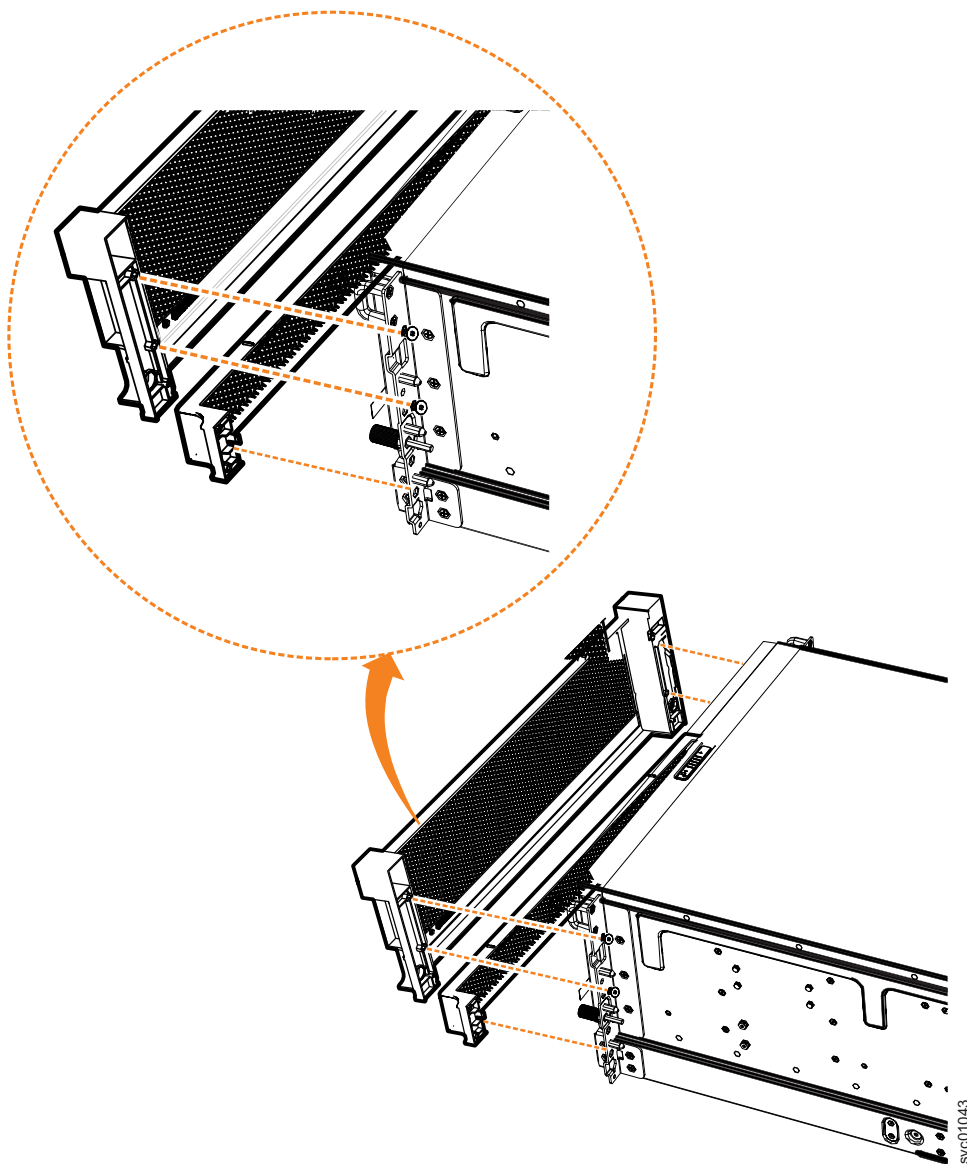

Рисунок 96. Снятие компонентов панелей с корпуса расширения
2. Снимите переднюю панель, открутив два винта, которые крепят панель к фланцу с обеих сторон шасси (см. рис. 96 на стр. 100).
3. Осторожно потяните за оба края панели PSU, чтобы снять ее с шасси (см. рис. 96). Панель PSU отсоединяется от разъема и штырька, с помощью которых она крепится с обеих сторон шасси.